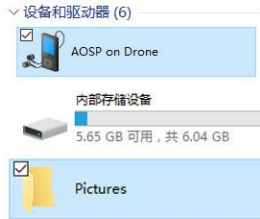

图 11
4. 双击内部存储图标将出现仪器内部文件夹，找到图片文件夹 Pictures, 即可浏览保存过的拍摄图像，可以通过拷贝等方式将图像导出至外部存储器中。(如图 11)